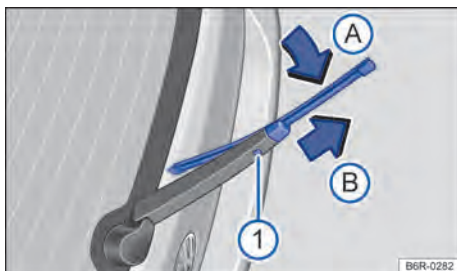

Fig. 276 Na parte traseira do veículo: substituir a palheta do limpador do vidro traseiro (Passat Variant).
- Manter pressionado a o botão de destravamento → Fig. 276 ①.
- Incliná-la palheta do limpador do vidro no sentido do braço do limpador do vidro → Fig. 276 (seta A) e ao mesmo tempo retirar no sentido da seta B. Para isto, poderá ser necessário um esforço maior.